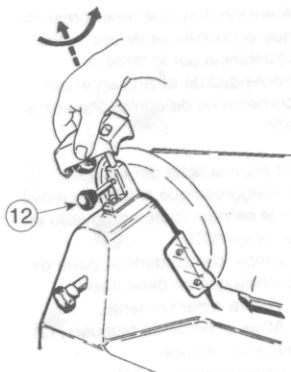

Fig. 1
- Positionner la butée mobile a la distance maximum de la lame en tournant le bouton gradué (6).
- Appliquer l'affûteur sur le séparateur comme indiqué sur la Fig. 1 en le bloquant sur celui-ci a l'aide de la poignée.